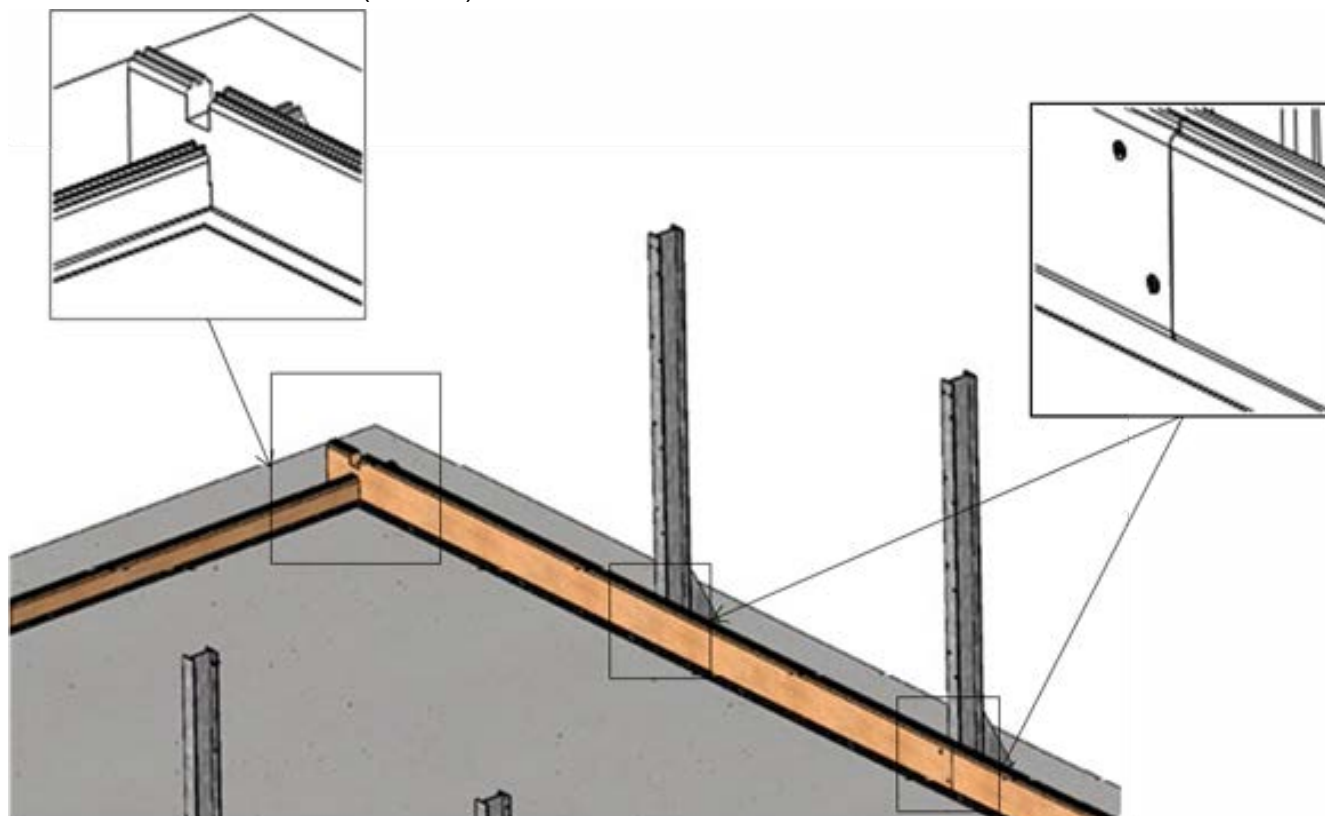

Abbildung 12 –
- untereinander, wie in **Abbildung 12**, beschrieben mithilfe von 2 Schrauben pro Lamellenpaar und auf beiden Seiten mit einer Höhe von je 10 Lamellen, also insgesamt 80 A4 Edelstahl-Senkkopfschrauben 5 × 40 mit Torx-Gewinde bis 25 mm (Pack C);